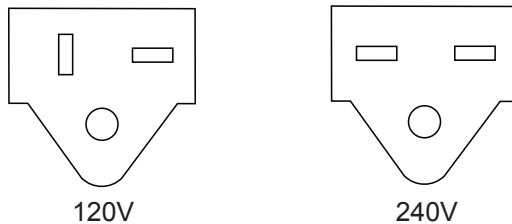

Fig. 2-11, Conector del cable de la línea
3. Conecte el cable de alimentación correcto al suministro de energía (consulte la Fig. 2-11).